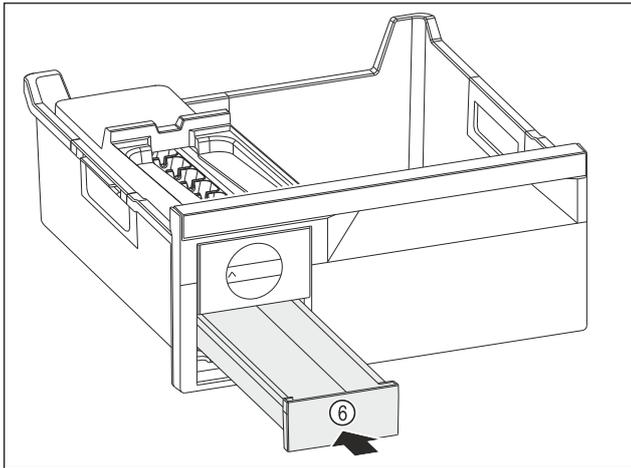

Fig. 101
► Eiswürfelschubfach Fig. 101 (6) einschieben.